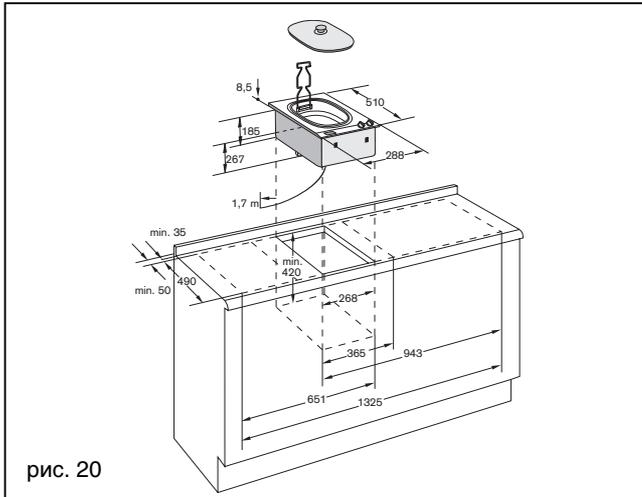

рис. 20
- В кухонном прилавке **вырежьте нишу** для одного или нескольких вариво-приборов. Действуйте согласно монтажному эскизу и таблице габаритов. Последняя включает резерв для связной планки между приборами. **Это важно!** Угол между поверхностью разреза и прилавком кухни должен составлять 90 градусов (рис. 20).